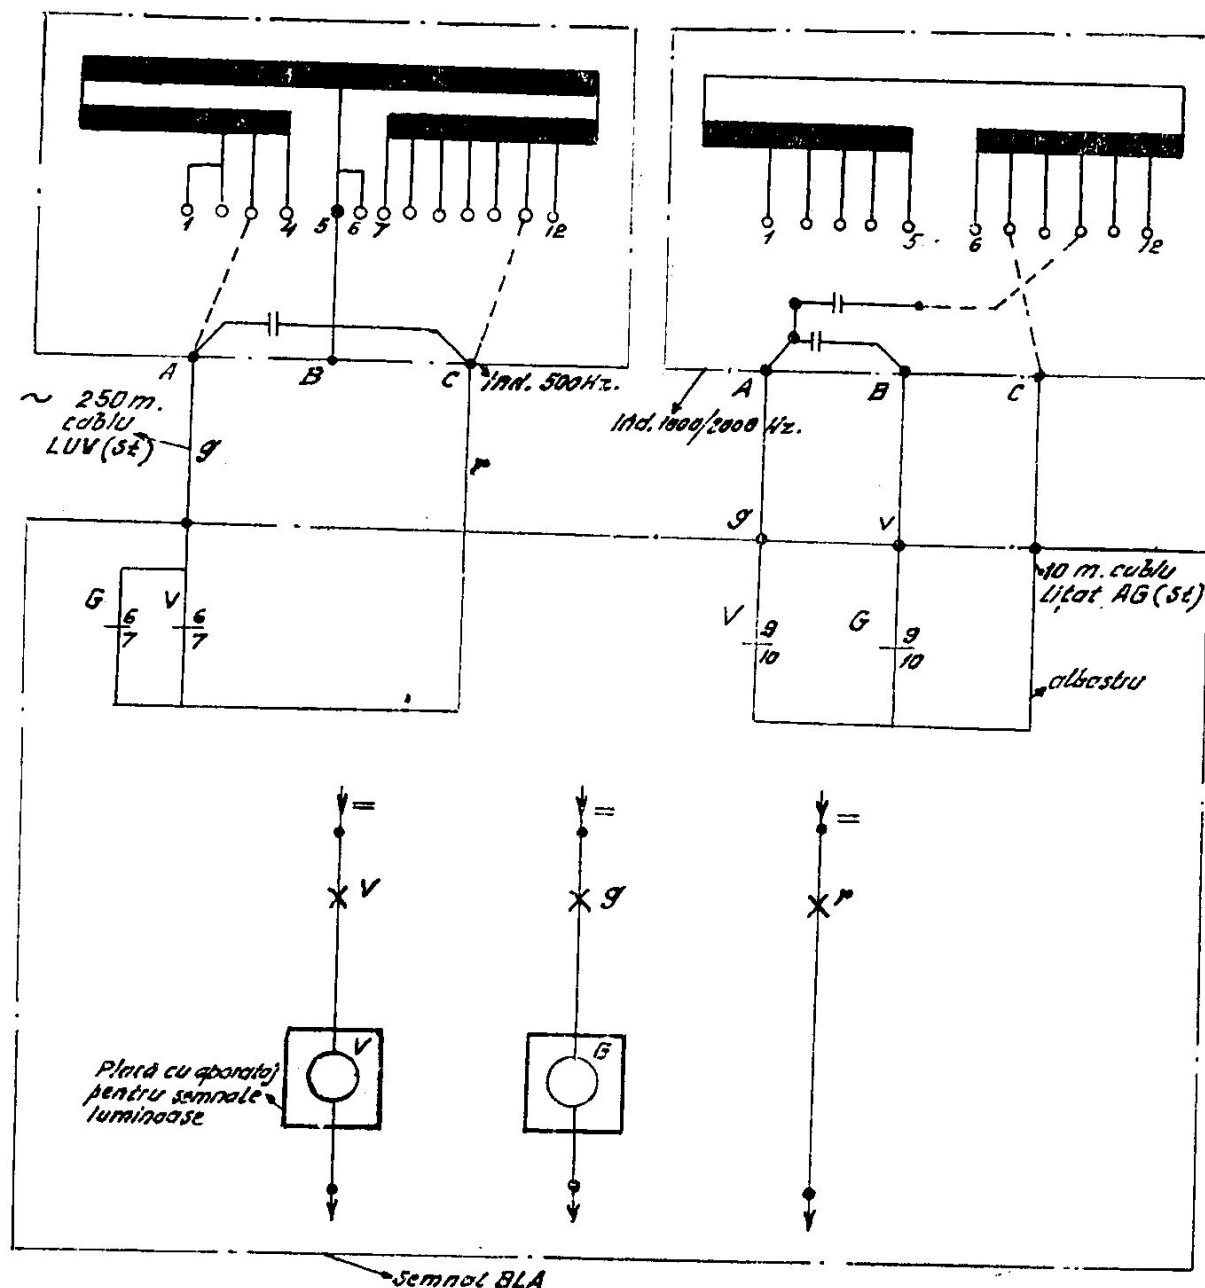

Fig. 54 Schema electrică și conectarea la semnalul de bloc pe secții cu B.L.A. în curent continuu
d) Semnalul de bloc pe secții cu B.L.A. în curent continuu, echipat cu inductoare de cale de 1 000/2 000 Hz și de 500 Hz (fig. 54).